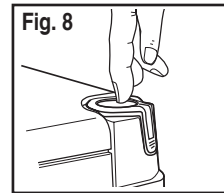

Fig. 8
**Electric Flush:** Fig 8. For best rinse and efficient water use, press button quickly several times.
**Descarga con la bomba eléctrica:** Fig 8. Para lavar mejor el tanque y usar el agua de manera eficiente, oprima rápidamente y varias veces el botón.